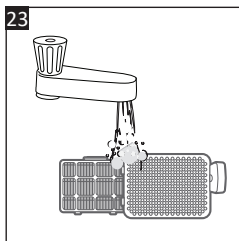

Fig. 23
4. Țineți filtrul evacuării aerului (23) în jos și clătiți-l sub jetul de apă de la robinet cu apă caldă până când apa curge limpede (Fig. 23). Clătiți capacul evacuării aerului (24).